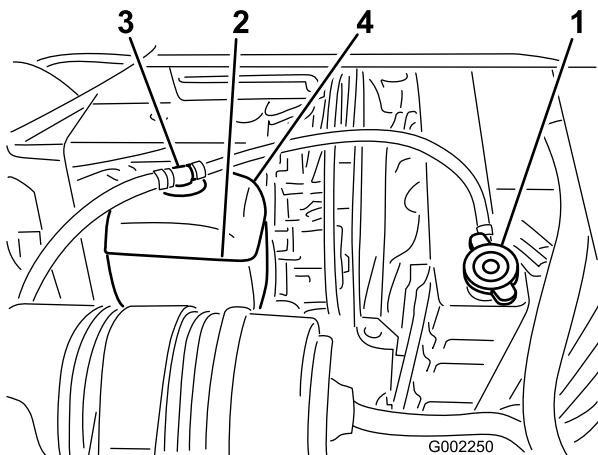

Bild 51
3. Schrauben Sie den Kühlerdeckel und den Deckel vom Ausdehnungsgefäß vorsichtig ab (Bild 51).